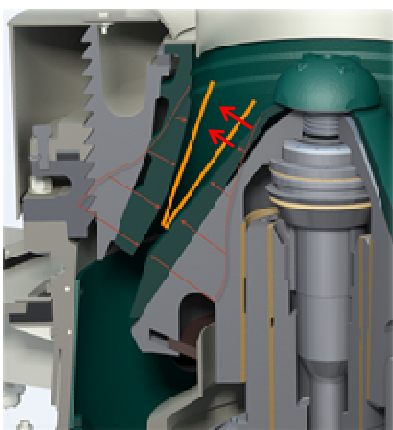
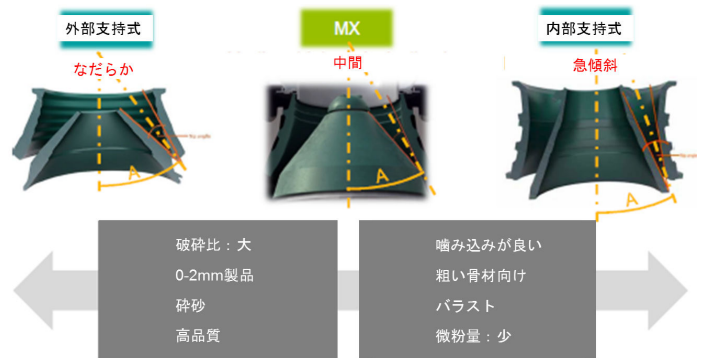

図6 破碎室形状
図7 破碎室形状比較
- 2) ピボット点の最適化とライナー上部から大きなストロークを発生させ、上部から均一に摩耗するように設計された破碎室形状及び破碎圧力配分と、原料に対し垂直に近い角度で破碎することでマンガンの加工硬化を促進し、ひっかき摩耗が抑制される。そのため、ライナーの使用率が重量比で最大70%程度まで高める事が出来た。これにより従来機に比べ大幅な消耗品コストの低減が可能となる（図6）。また、マントル角度は外部支持式と内部支持式の中間程度に破碎室が設計されており2次破碎から4次破碎まで多様な用途に対応可能である（図7）。